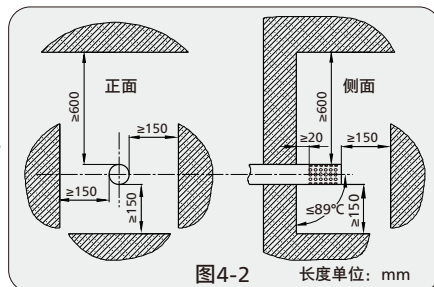

图4-2 长度单位：mm
- 8、排烟口出口必须设置在室外。热水器使用时，排气管出口可能有冷凝水滴落，安装时应注意不要影响他人。排气管出口距周围物体的间距如图4-2所示。